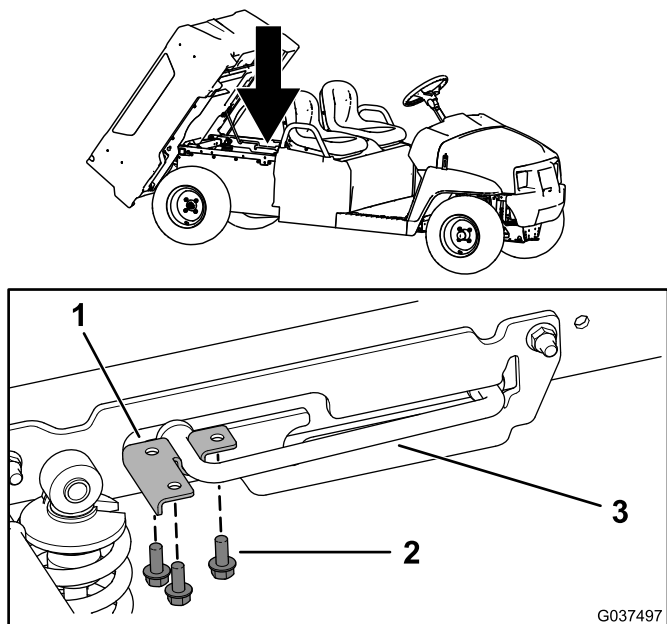

Рисунок 2
2. Выверните три винта с фланцевыми головками (5/16 x 3/4 дюйма) и снимите U-образный кронштейн с опорной стойки (Рисунок 2).